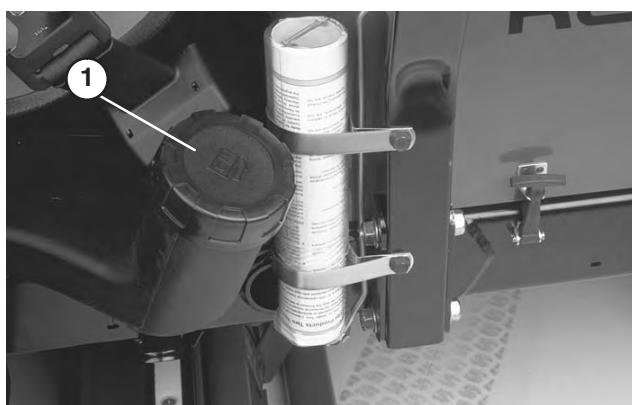

Figure 27
- Nettoyez la surface autour du bouchon du réservoir de carburant (Fig. 27).